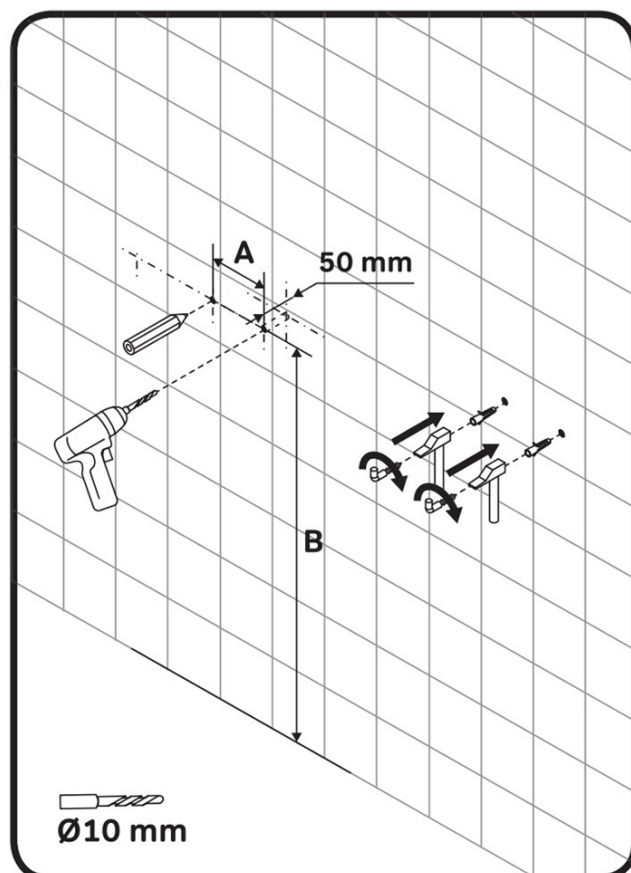

РИС.2 МОНТАЖ КРЕПЛЕНИЙ
- Измерьте расстояние между креплениями на пенале. Так находим точные точки расположения дюбелей и ставим метку в нужных местах. Сверлим отверстия. В отверстия вставляем дюбеля и вкручиваем шурупы. **(рис.2)**.